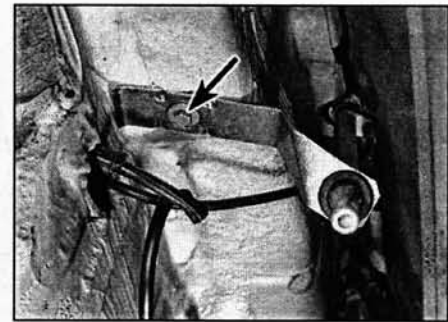

Рис. 20.2. Антенна и болт крепления её кронштейна (вид из-под крыла автомобиля)
- 2 Отверните болт, крепящий кронштейн антенны (рис. 20.2).